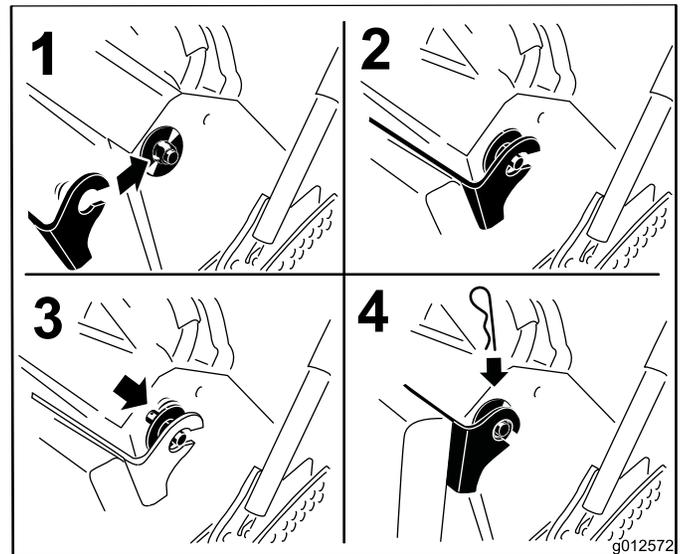

図 36
れ、ヘアピン・コッター・ピンで固定する(図 36)。
6. クッションを機体両側のピンに取り付ける(図 36)。